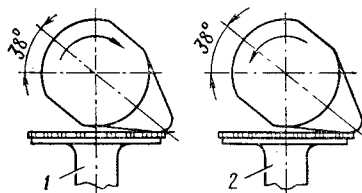

Рис. 122. Положение кулачков валов распределительных механизма газораспределения при укладке валов: 1 — тарелка клапана впуска; 2 — тарелка клапана выпуска
5) снимите крышки подшипников распределительных валов, смажьте подшипники и уложите распределительные валы так, чтобы кулачки впуска первого левого цилиндра находились в положении начала впуска, кулачки выпуска первого левого цилиндра — в положении конца выпуска (рис. 122). При сборке механизма газораспределения правого блока распределительные валы укладывайте так, чтобы кулачки впуска шестого цилиндра вала находились в положении начала впуска, кулачки выпуска — в положении конца выпуска;